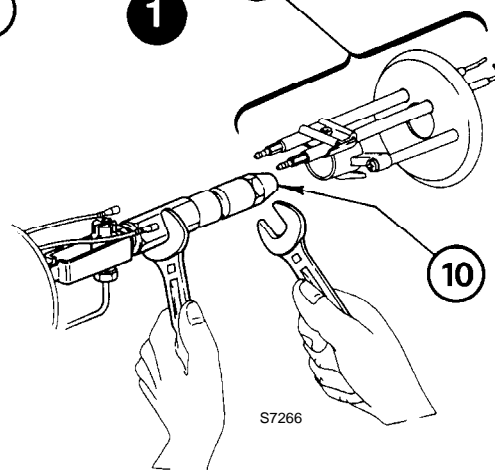

Fig. 13
- Au remontage de la ligne porte gicleur visser l'écrou (3) comme indiqué en fig. 13.
- Pour garantir une parfaite étanchéité du disque dans sa propre portée, vérifier qu'il existe au moins 1 mm de jeu entre la ligne porte gicleur et la carcasse. Pour conséquent la goupille (11) de fixation devra saillir au moins de 1 mm de la bride du porte gicleur.